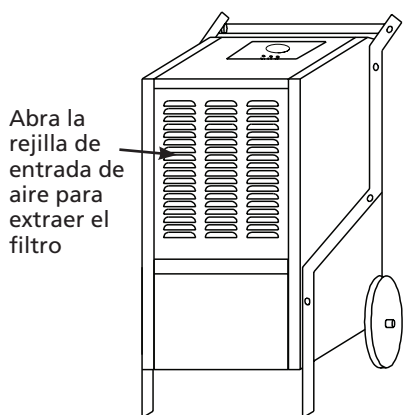

Figura 5 – Rejilla de Entrada de Aire
1. Retire la rejilla de entrada de aire de la parte frontal de la unidad y extraiga el filtro. Consulte la Figura 5.